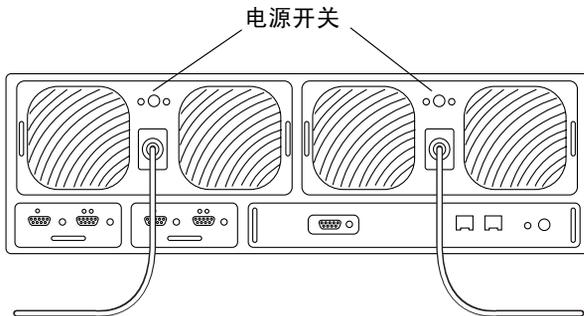

图 6-9 电源开关的位置
3. 按一下各电源及冷却装置上的电源按钮，将开关置于关闭状态 (图 6-9)。